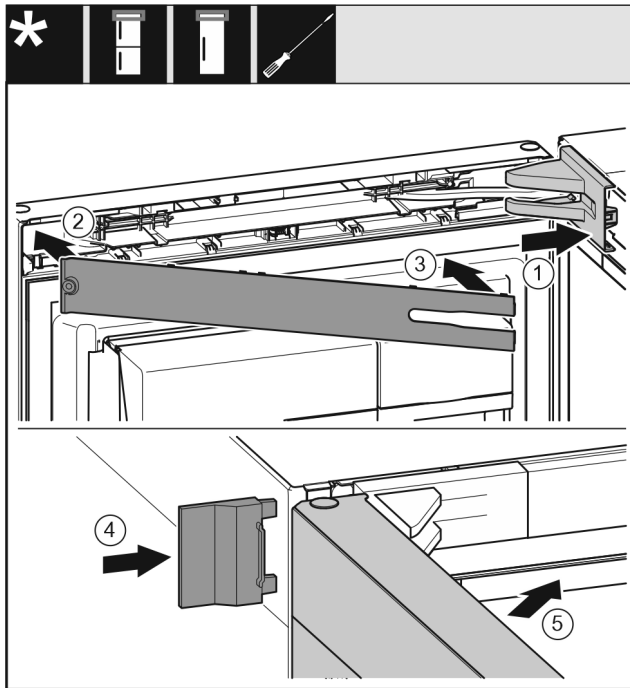

Fig. 22
- ▶ Stavite pokrov podloška ležaja i pustite ga da uskoči, po potrebi ga oprezno razdvojite. *Fig. 22 (1)*
- ▶ Stavite masku. *Fig. 22 (2)*
- ▶ Zakrenite masku i pustite da uskoči. *Fig. 22 (3)*
- ▶ Natakните vanjski pokrov. *Fig. 22 (4)*
- ▶ Zatvorite gornja vrata. *Fig. 22 (5)*